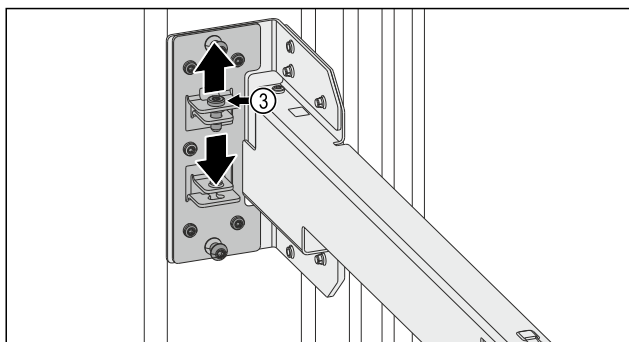

Fig. 15
- ▶ Allentare la vite Fig. 15 (3).
- ▶ Fissare la vite Fig. 15 (3).